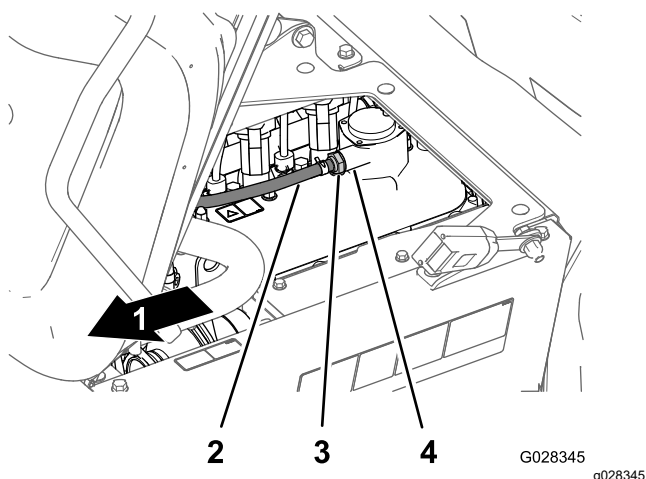

Figura 81
2. Retire la válvula del sistema PCV del acoplamiento de la tapa de válvulas (Figura 81).
Nota: Si suena el limitador interno de la válvula, la válvula del sistema PCV está bien; si el limitador interno no está libre y no suena al sacudirse, sustituya la válvula (Figura 81).
4. Introduzca la válvula del sistema PCV hasta que quede correctamente asentada en la junta del acoplamiento de la tapa de válvulas (Figura 81).